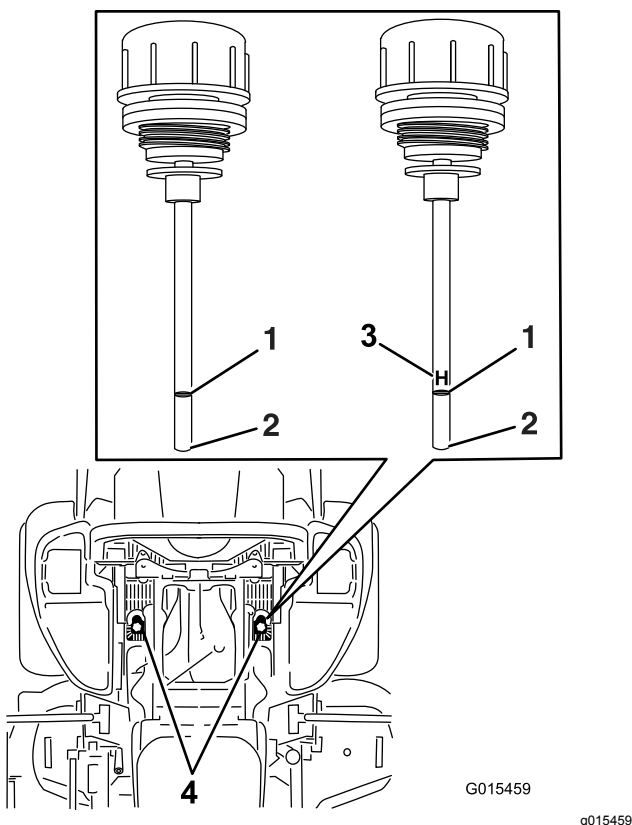

Figure 89
6. Nettoyez la surface autour des jauges des réservoirs du système hydraulique (Figure 89).
7. Sortez une jauge du réservoir hydraulique (Figure 89).
9. Ressortez la jauge et examinez l'extrémité (Figure 89).